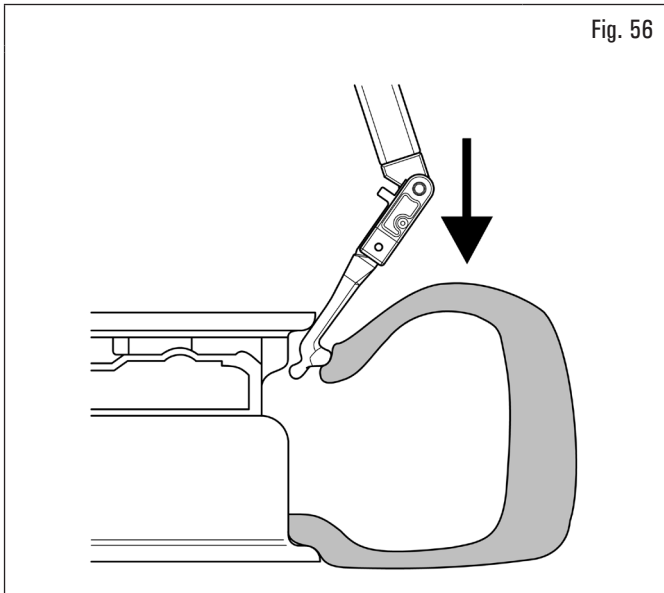
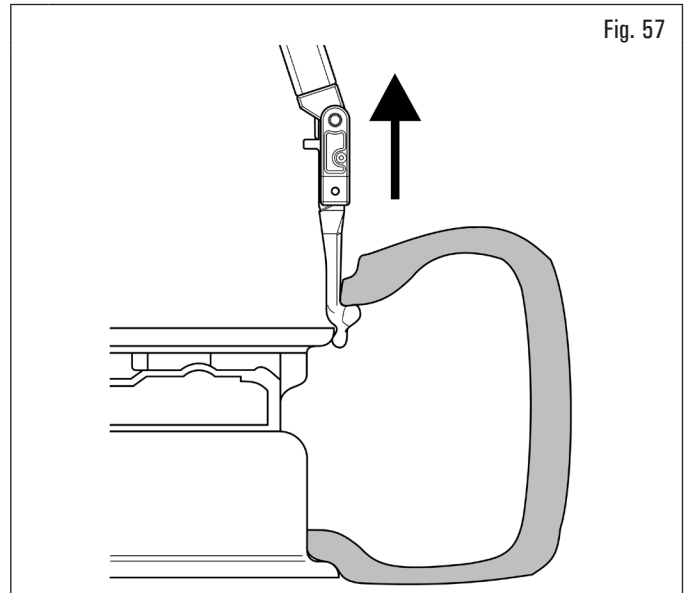
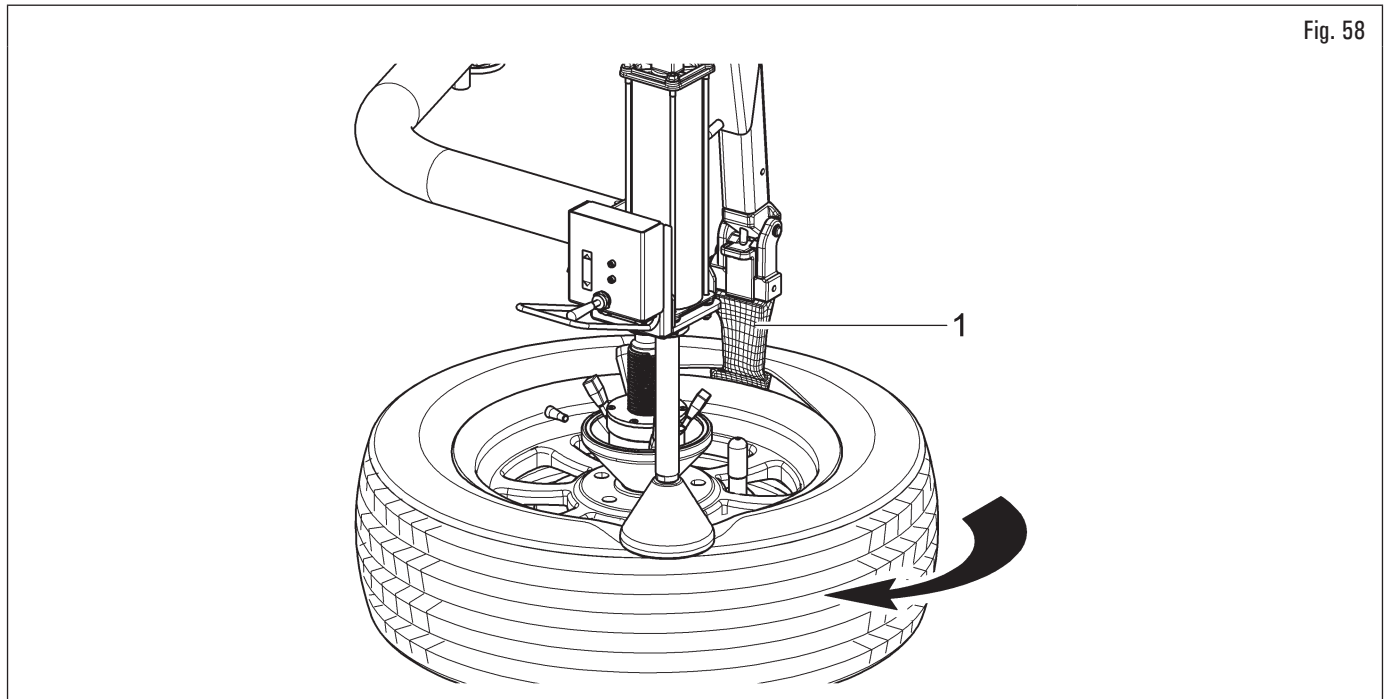

Fig. 56
Fig. 57
Fig. 58
4. appuyer sur le poussoir (Fig. 6 réf. C (INF)) pour faire entrer la tête outil entre jante et le pneu (voir Fig. 56). Pendant cette opération la tête outil tourne autour le bord de la jante jusqu'à l'accrochage du talon au pneu (voir Fig. 57) ;
- soulever la tête outil en appuyant sur la commande appropriée (Fig. 6 réf. C (SUP)). Quand la tête de l'outil est dans la position vertical par rapport à la jante (Fig. 58 réf. 1), tourner le mandrin en pressant la pédale (Fig. 9 réf. A), jusqu'à l'entrée du pneu dans la base de la jante. Continuer la montée de la tête outil jusqu'à le talon se trouve sur le bord de la jante (voir Fig. 57). Tourner dans le sens des aiguilles d'une montre jusqu'au démontage complet du talon supérieur (voir Fig. 58) ;
S'assurer que la tête outil soit dans la position de démontage (voir Fig. 57) avant de commencer la rotation du mandrin.